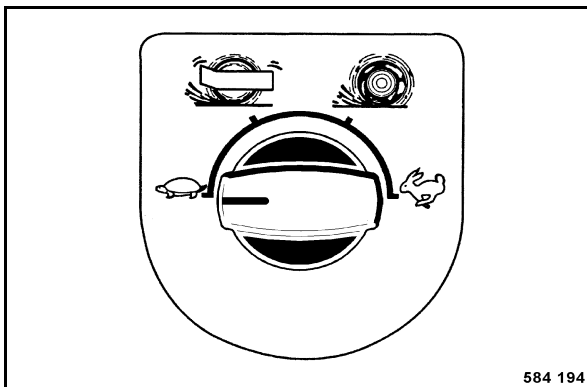

fig. 63
- Tourner l'interrupteur rotatif des modes de déplacement (fig. 63) sur position "Tortue".